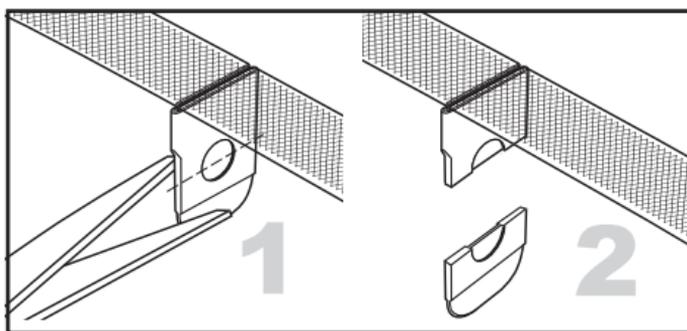

Figure 8. Retrait du treillis de tension/gaine
3. Saisir la languette de centrage bleue et la couper par le centre du trou de poinçon (voir la figure 8) en veillant à ce que les deux moitiés de la languette bleue soient complètement retirées du canal vaginal.